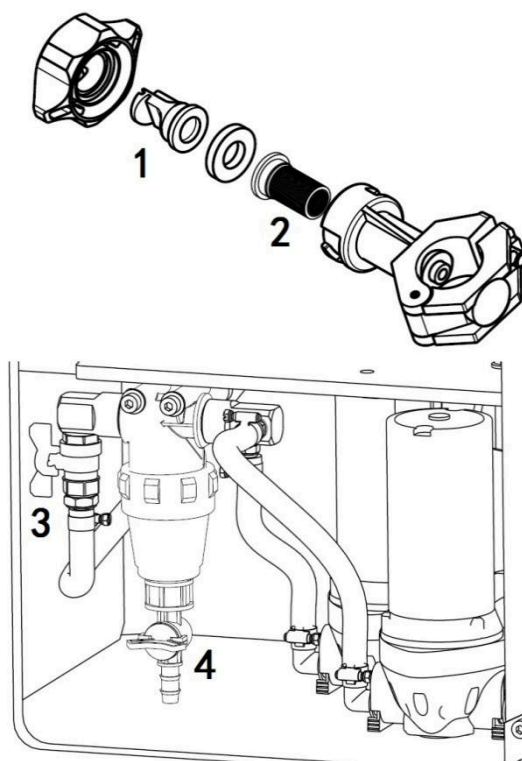

Рисунок 3-9 Водяной фильтр
8. Водяной фильтр и очистка распылителя (Рис. 3-9)